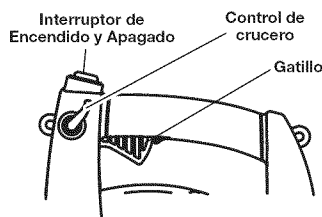

Fig. 8
NOTA: La unidad debe arrancarse en vacío. No apriete el gatillo hasta que el paso 8 (Fig. 8).
8. Apriete y sostenga el gatillo, o presione el control de crucero (Fig. 8), y permitir que el motor se caliente durante 30 a 60 segundos.
2. Oprima y mantenga oprimido el Control de encendido y apagado en la posición APAGADO (O) hasta que el motor se detenga por completo (Fig. 8).
10. Apriete y sostenga el gatillo, o presione el control de crucero (Fig. 8), y permitir que el motor se caliente durante 30 a 60 segundos.